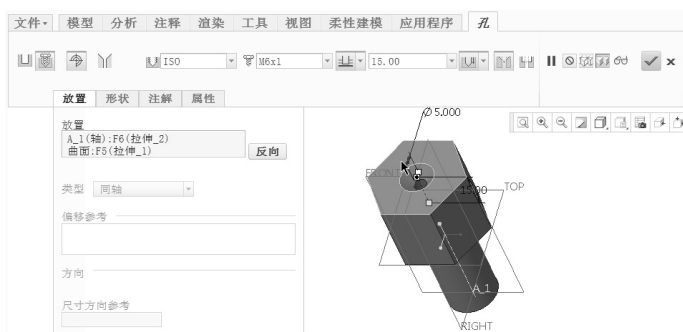

图 6-26 定义放置参考
6) 打开“孔”选项卡的“放置”面板，选择“A_1”轴作为放置参考 1，接着按住〈Ctrl〉键单击零件六角端面，如图 6-26 所示。